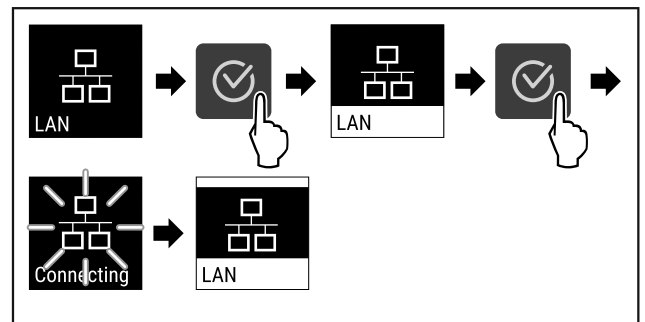

Fig. 90
- ▶ Efectuați pașii de acțiune (vezi Fig. 90).